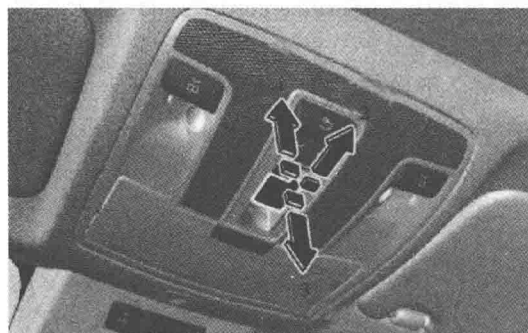

图 1-2 天窗控制面板开关
① 将点火开关中的钥匙旋转至位置“1”或“2”。
② 沿箭头 3 的方向反复拉动开关  至阻力点，直至滑动天窗完全关闭。开关操作方向如图 1-2 所示。
③ 在此位置继续拉住开关  1s。
④ 沿箭头 3 的方向反复拉动开关  至阻力点，直至遮阳帘完全关闭。
⑤ 在此位置继续拉住开关  1s。
⑥ 确保滑动天窗和遮阳帘可再次完全开启和关闭。
⑦ 否则，请再次重复上述步骤。